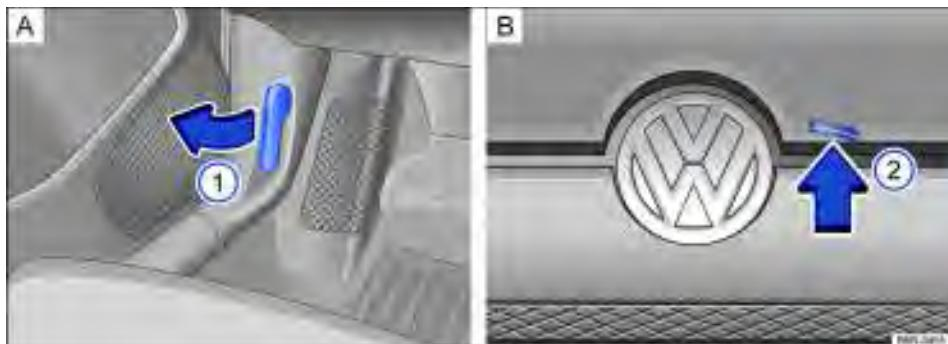

Fig. 103 A: alavanca de destravamento na área para os pés do lado do condutor. B: alavanca de destravamento na parte interna da tampa do compartimento do motor.
- Antes de abrir a tampa do compartimento do motor, assegurar que os braços dos limpadores do para-brisa estejam encostados no para-brisa \Rightarrow ①.
- Puxar a alavanca de destravamento ① no sentido da seta \Rightarrow Fig. 103 A. A tampa do compartimento do motor salta para fora da trava do fecho pela pressão da mola \Rightarrow .
- Levantar um pouco a tampa do compartimento do motor e, ao mesmo tempo, pressionar a alavanca de destravamento ② B, que está localizada